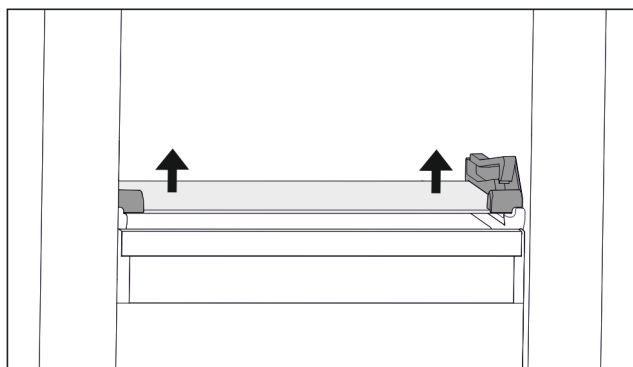

Fig. 66 Стеклянная пластина откидного выдвижного ящика
- ▶ Нажмите на стеклянную пластину снизу вверх с обеих сторон. (см. Fig. 66)